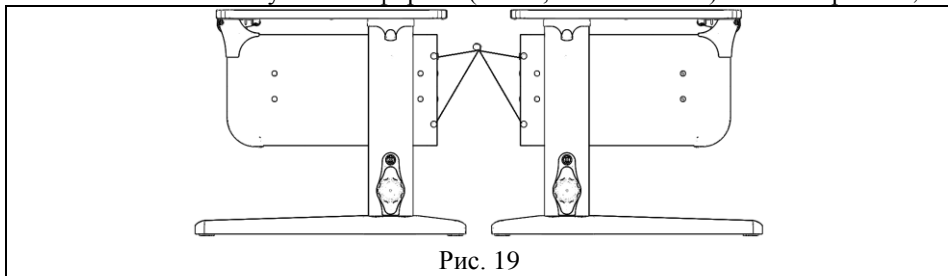

Рис. 19
6.1. Установить заглушки конфирмат (поз. 3, пакет № 142а) согласно рис. 19; 20.